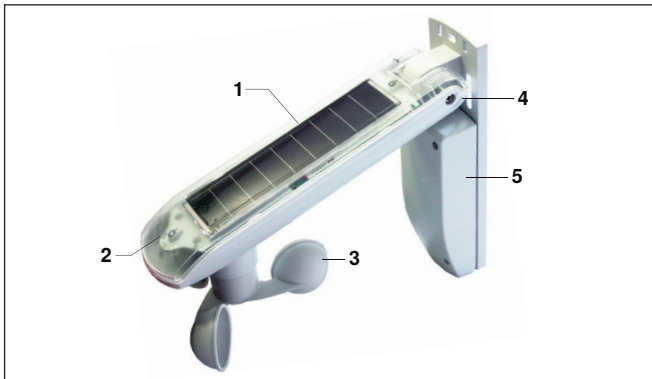

Abb. 1 WMS Wetterstation eco
- Das Gerät ist so zu montieren, dass das Windrad möglichst waagrecht steht (Gehäuseeneigung 15°). Zur Montage an schrägen Flächen kann es mit Hilfe des Gelenks (Abb. 1) waagrecht eingerichtet werden.